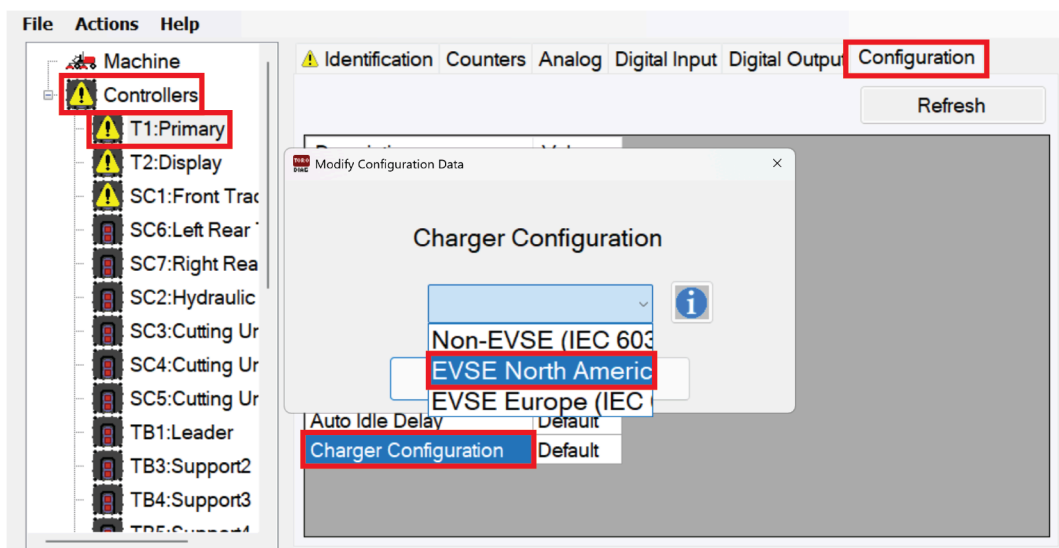

Figura 5
5. Se muestra la ventana **Charger Configuration** (Configuración del cargador). Seleccione la opción **EVSE North America (J1772)** (EVSE Norteamérica) (Figura 5).